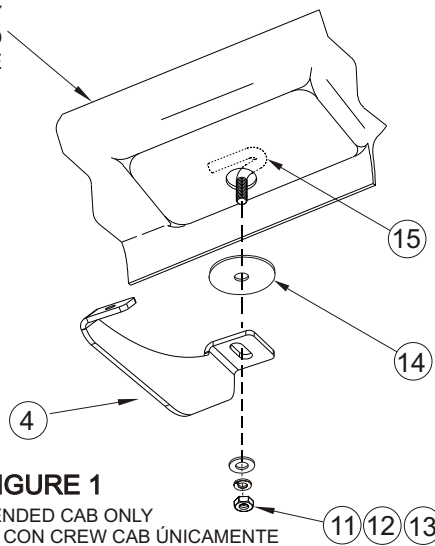

FIGURE 1 FIGURA 1 FIGURE 1
- STEP 3. Extended Cab only:** Locate the 1" hole in the floor of the vehicle between the front and rear body mounts. Place the J-bolt into the hole and secure with the nylon washer as shown. Position center bracket over J-bolt and secure using 3/8" fasteners as shown. Leave loose. **SEE FIGURE 1.**
- ÉTAPE 3. Pour cabine rallongée seulement :** Situez le trou de 1 pouce dans le plancher du véhicule entre les montages de carrosserie avant et arrière. Places le boulon en J dans le trou et fixez-le à l'aide de la bague de nylon tel qu'illustré. Positionnez le support central sur le boulon en J et fixez-le à l'aide des attaches 3/8 po tel qu'illustré. Ne pas serrer. **VOIR FIGURE 1.**